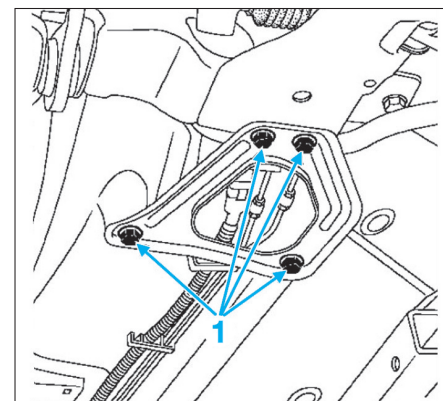

Fig. 4
- les vis de fixation (1) des deux renforts de berceau (Fig.4),